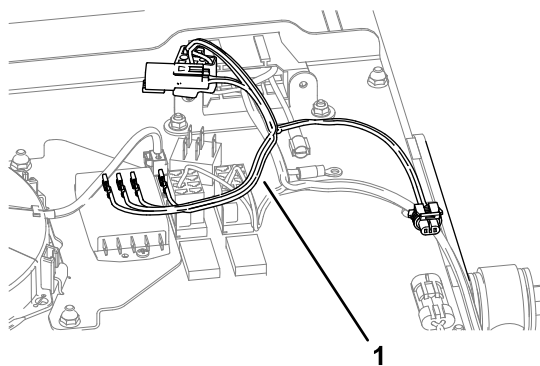

Figura 7
- Allineate il cablaggio preassemblato del kit con il pannello dell'interruttore come nella Figura 7.